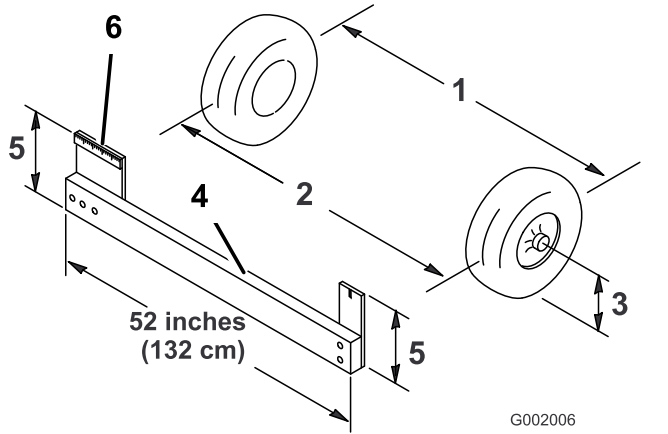

Figura 45
4. Mida la distancia entre los neumáticos delanteros a la altura del eje, en la parte delantera y trasera de las ruedas (Figura 45).
Nota: Necesitará una plantilla o un indicador de alineación para medir la parte delantera de las ruedas delanteras a la altura del eje. Utilice la misma plantilla para medir con precisión la parte delantera de las ruedas delanteras a la altura del eje (Figura 45).